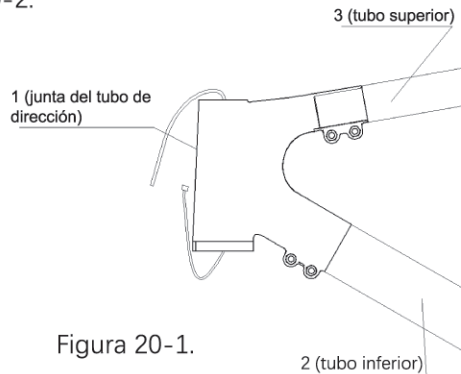

Figura 20-1.
a. Retire el amarre de la pieza 1, como se muestra en la Figura 20-1.